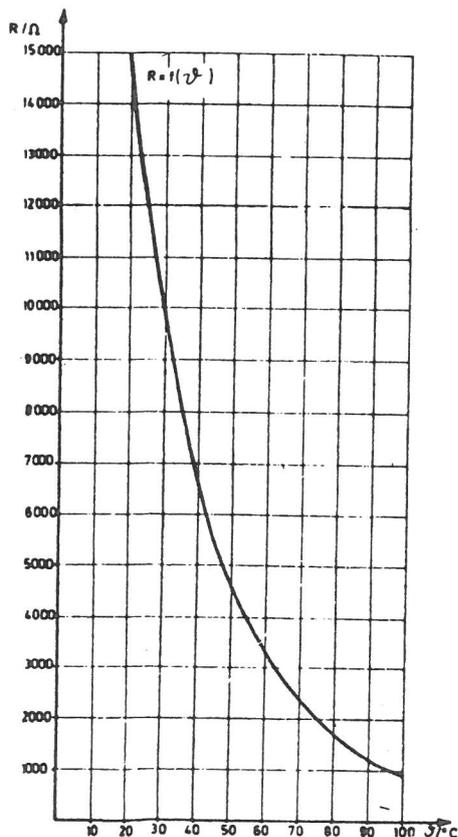
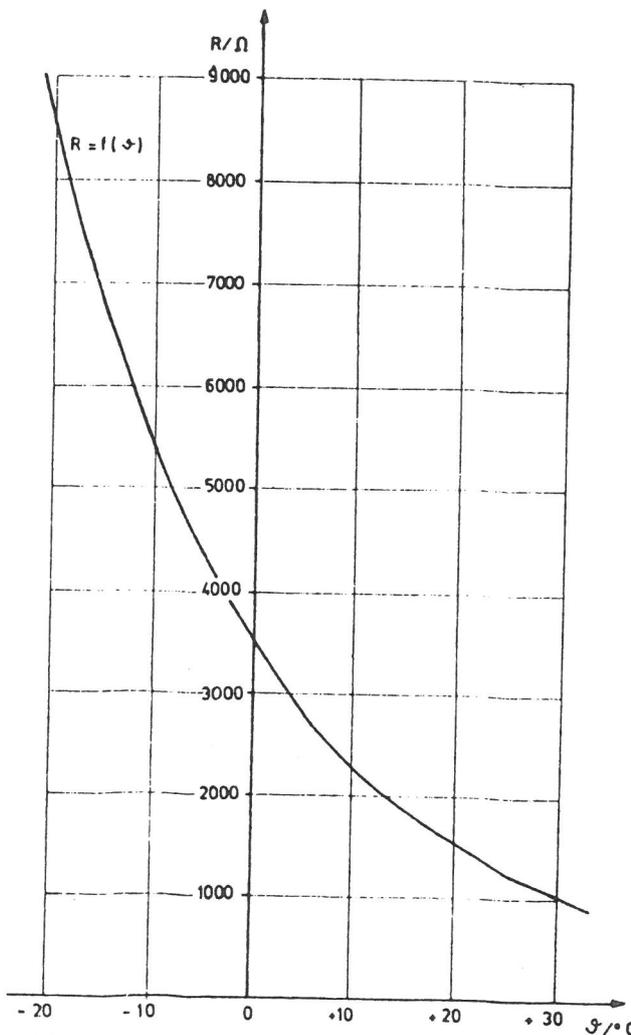

Bild 16: Vorlauffühler Bälz 34
Bild 17: Außenfühler Bälz 33
- 3.) Gibt der Regler Dauerimpuls in eine Richtung, so kann der Fehler im Meßgliedkreis (Meßfühler) liegen. Meßfühler und Leitung vom Regler Meßfühler auf Unterbrechung und Kurzschluß prüfen. Meßfühler Bälz 33 (Außentemperatur) nach Kennlinie T 19.1/52 (siehe Bild 17) und Bälz 34 (Vorlauf-temperatur) nach Kennlinie T 19.1/54 (siehe Bild 16) prüfen.
Bei defektem Widerstandsthermometer kann zur Prüfung des Reglers ein Ersatzwiderstand (siehe Bild 16, 17) angeschossen werden.